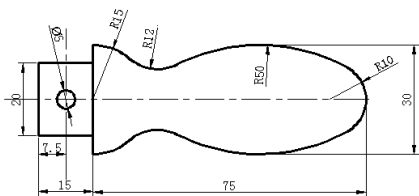

图 13-22 打开结果
- 01 打开随书光盘中的“\实例文件\第 13 章\实例 145.dwg”，如图 13-22 所示。